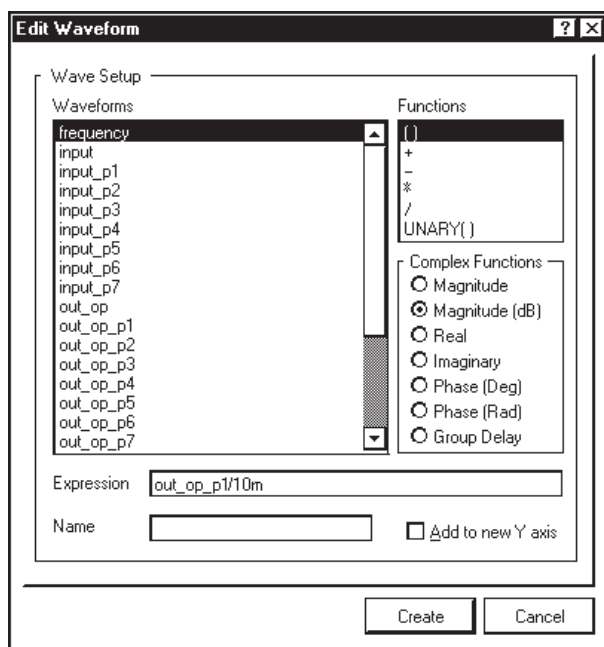

Рис. 8.18. Окно редактирования форм волны
- **Edit Wave** — редактировать кривую. Опция идентична команде главного меню **Wave | Edit Wave** (в англоязычной терминологии Altium Designer кривые на графиках называются словом **Wave**, волна). Эта команда открывает диалоговое окно редактирования **Edit Waveform** (рис. 8.18), содержащее:
- **Add Waves to Plot** — назначить сигналы для представления на графике. Последняя команда открывает окно **Add Wave to Plot**, повторяющее в точности окно редактирования волны (см. рис. 8.18). В результате в графическом окне строится новый график с выведенными в него кривыми. В левой области графического окна против каждого графика появляется кнопка, в которую курсором ставится указатель активности;